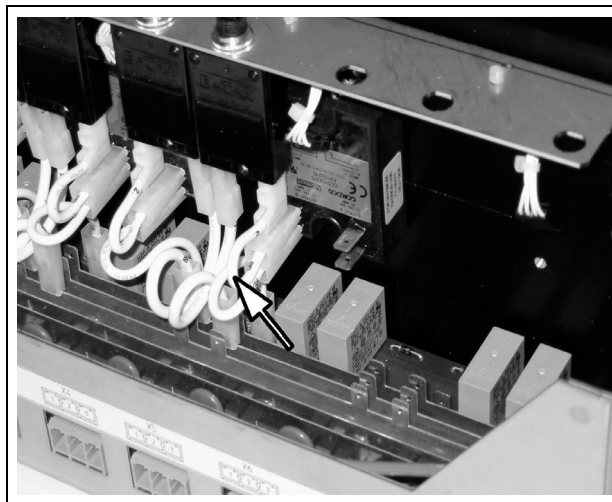

Fig. 7-3: Fortrådningsledning på overstrømdløser og på lastrelæ
12. Sæt enden på fortrådningsledningen, der er markeret med "2", på den flade stiktilslutning på den termiske overstrømdløser (se Fig. 7-3, side 7-38).